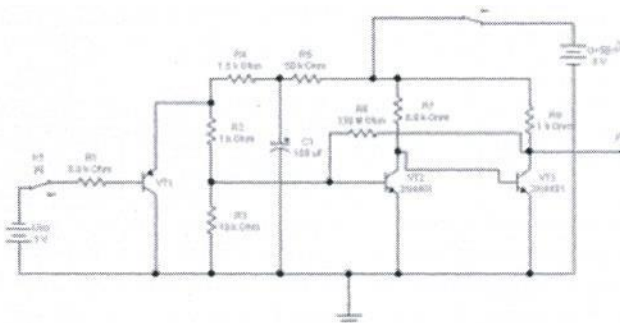

Рис. 5 Схема выработки сигнала PG. VT1-элемент схемы защиты от перенапряжений (защита по току); VT2-VT3-элемент задержки ждущий –мультивибратор.
1.2.3. Ознакомится с признаками исправной работы 2 варианта схемы выработки сигнала PG, для этого загрузить модель схемы - pg1.ewb.(Рис.5) Установить исходное состояние переключателей K1-вниз, K2-вверх. Выполнить подключение осциллографа к сигналу PG. Включить схему, переключив K2 в положение низ, имитируя поступление на схему выработанного БП напряжения +5В, ознакомиться с работой схемы, выполнить, с помощью осциллографа, измерение времени задержки времени появления сигнала PG - tPG, переключив K1 в положение вверх, имитируя поступление на схему защиты большого по величине сигнала ошибки, что соответствует короткому замыканию на выходе БП. Зарисовать полученные осциллограммы, отметив момент замыкания переключателя K1.